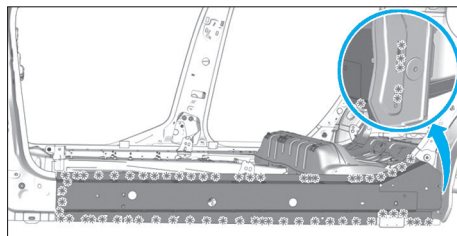

FIG. 69
- Fraiser les points de soudure du renfort de bas de caisse (Fig.69).